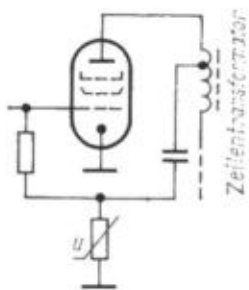

Bild 8
- Regelspannungsgewinnung (Bild 8);